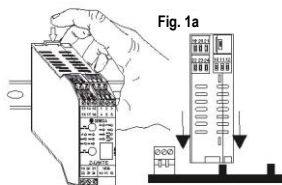

Fig. 1a
- 2) Insérer le connecteur arrière IDC10 du module sur une fente libre de l'accessoire pour guide OMEGA comme illustré sur la figure 1a. (l'introduction est univoque parce que les connecteurs sont polarisés).
- 3) Pour fixer le module au guide OMEGA, serrer les deux crochets situés de chaque côté du connecteur arrière IDC10 comme illustré sur la fig.1a.